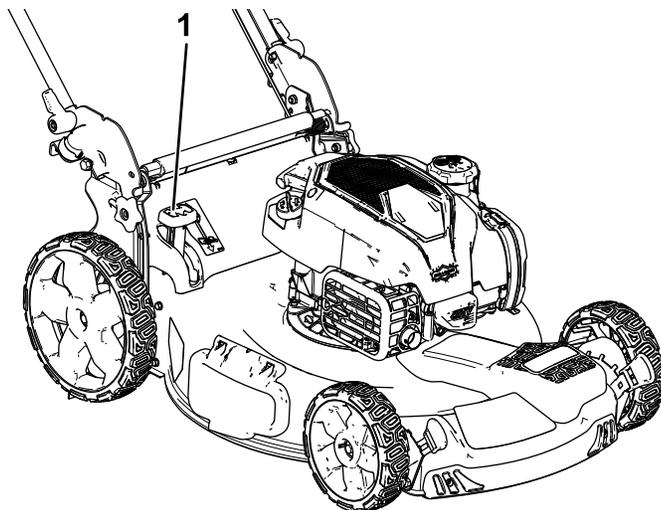

図 17
- 集草しながらの刈り込みをしたい場合には、レバーの頭部にあるボタンを押し込んでレバーを前に倒します。ボタンが飛び出して来ればセット完了です 図 17。